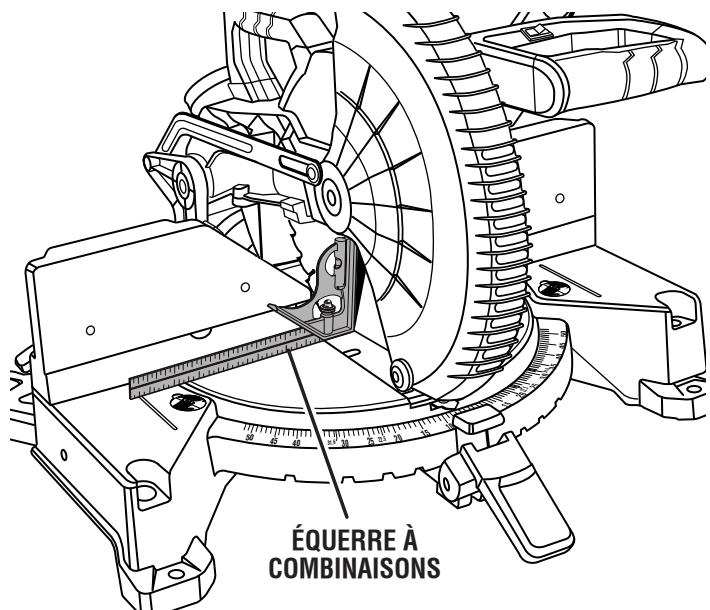

Fig. 22
- Si le haut ou le bas de la lame s'écarte de l'équerre, des réglages, figures 22 and 23, sont nécessaires.